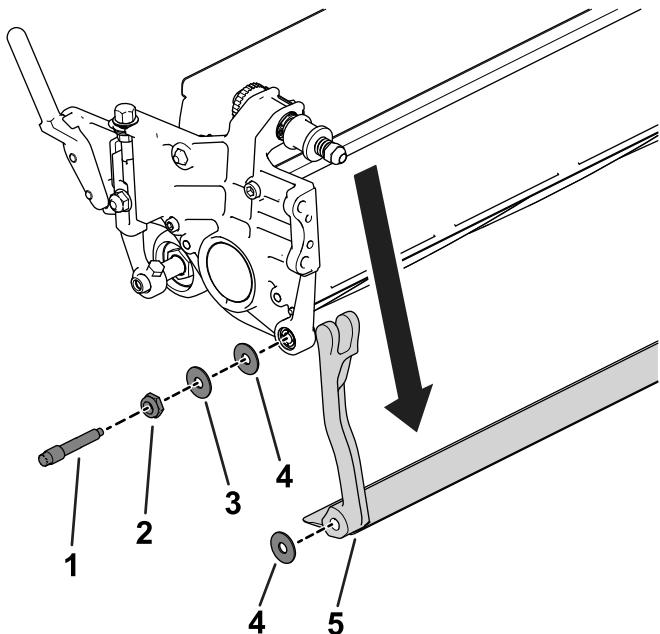

图 19
3. 如图 19 所示在机器的两侧松开锁紧螺母。
4. 拆下两个底刀架螺栓向下拉动底刀架并从滚刀组上拆下来 图 19。
取下底刀架两端的 2 个钢垫圈和 1 个塑料垫圈 图 19。
3. 将尼龙垫圈放在侧板凸起的一侧。在两个尼龙垫圈的外侧各放一个钢垫圈 图 19。